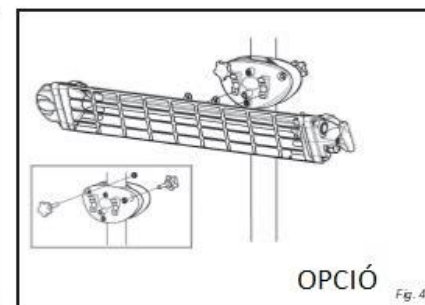

Fig. 4
- TRIPOD, vagy más csőállványra szerelhető konzol segítségével (M768P):** 20 – 60 mm-es átmérőjű csőre szerelhető a konzol segítségével (fig. 4 alapján). Ennek a konzolnak mind a két oldalára felszerelhet egy-egy FIORE-t.